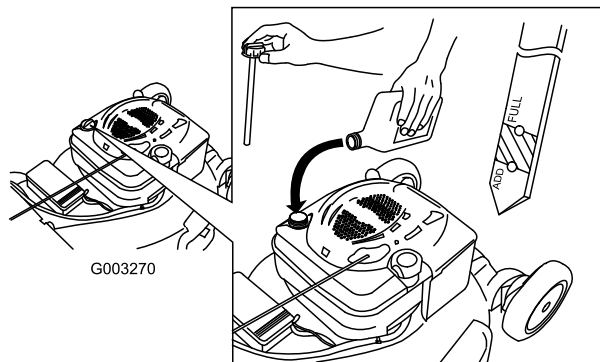

Figure 6
1. Retirez la jauge (Figure 6).
2. Versez de l'huile **lentement** dans le goulot de remplissage pour faire monter le niveau de liquide jusqu'au repère du plein (Full) sur la jauge (Figure 6). Attendez 3 minutes après avoir fait l'appoint d'huile avant de contrôler le niveau d'huile avec la jauge. **Ne remplissez pas excessivement.** (Remplissage max. : 0,59 l (20 oz), type : huile détergente SAE 30 de classe de service API SF, SG, SH, SJ, SL ou supérieure.)